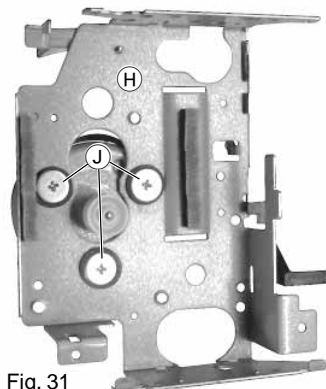

Fig. 31
- 3 Schrauben J herauserschrauben und den Motor abnehmen (Fig. 31).
- Undo 3 screws J and take the motor off (Fig. 31).